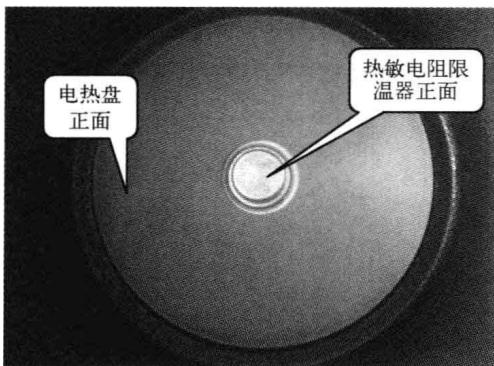

图 1-12 微电脑控制式电饭煲的电热盘
**1) 电热盘** 和机械控制式电饭煲电热盘一样，如图 1-12 所示，微电脑控制式电饭煲的电热盘也是电阻式发热器件，只不过通入电热盘的电流受主控继电器的控制，继电器的驱动受微电脑的控制。电热盘中间圆孔装有热敏电阻限温器。